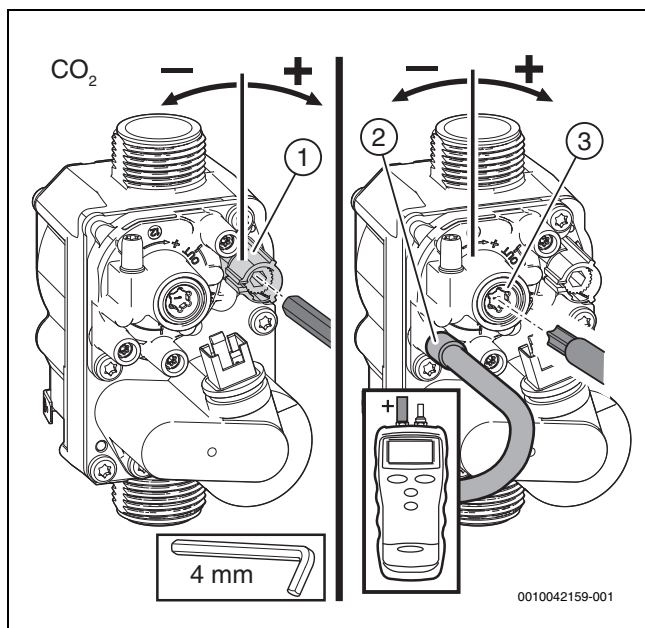

Bild 9 Einstellen der Gasarmatur
- ▶ Plombe an der Einstellschraube der Gasarmatur entfernen (nur Gasarmatur unten in Bild 9) und CO₂- oder O₂-Gehalt für minimale Nennwärmeleistung einstellen.